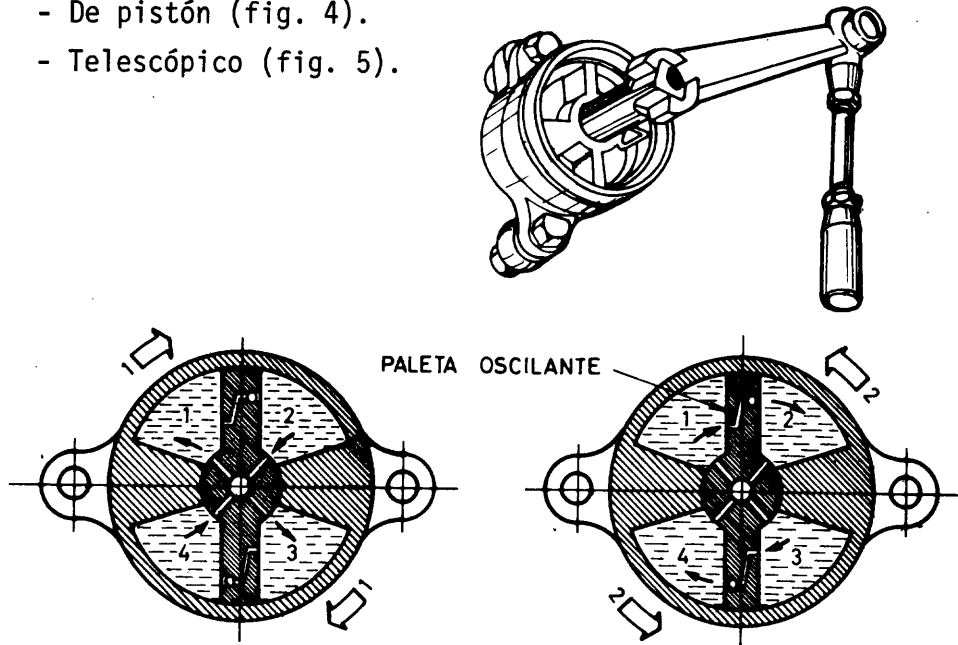

Fig. 3
- De paleta oscilante (fig. 3).